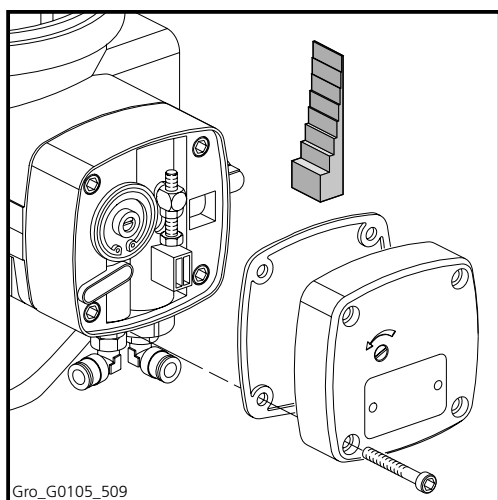

Fig 5.10 Spessimetro
2. Rimuovere la calotta (prestando attenzione alla guarnizione) ed estrarre lo spessimetro presente nella calotta (Fig 5.10).